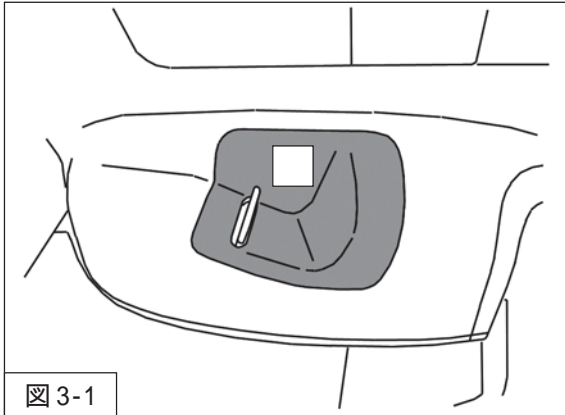

図3-1
2. 室内のサイドライニングからリッドを取外してください。(図3-1)
8. 室内のサイドライニングにリッドを取付けてください。(図3-1)
本製品は、フロントダンパーASSYがストラットタイプ、リアダンパーASSYが標準タイプとなっています。リアの減衰力調整は、サイドライニングからリッドを取外し(図3-1)、減衰力調整ダイヤル(同梱品)で行ってください。